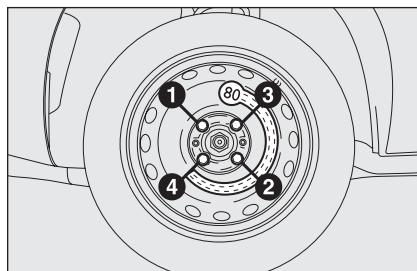

fig. 15
- ☐ mediante l'utilizzo della chiave in dotazione, serrare a fondo i bulloni secondo l'ordine numerico illustrato in fig. 15.
- ☐ mediante l'utilizzo della chiave in dotazione, serrare a fondo i bulloni secondo l'ordine rappresentato in **fig. 15** per il ruotino di scorta;